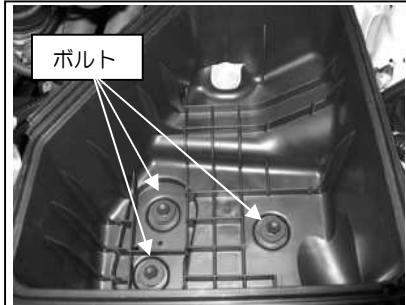

図2
- ③ボルト3ヶ所を外し、クリーナーBOX下側を外します。図2参照